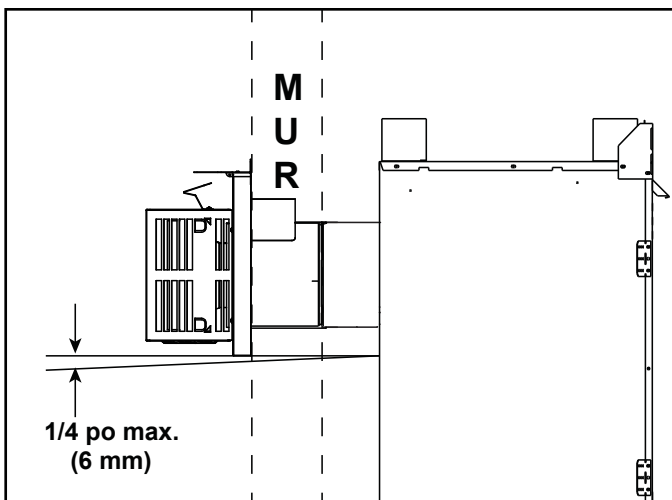

Figure 4.8
- Le chapeau de l'extrémité horizontal devrait avoir une inclinaison vers le bas de 64 mm afin de permettre à toute humidité du chapeau d'être libérée. Voir la figure 4.8.